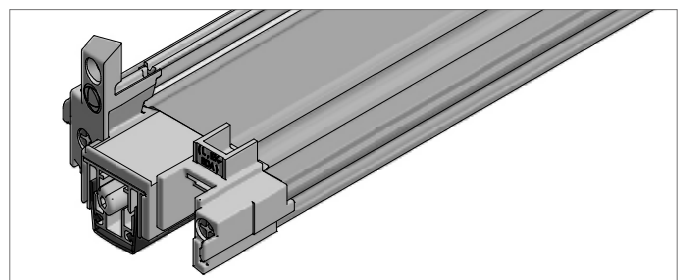

Abb. 5: Montage absenkbare Bodendichtung
- Die Schnittflächen entgraten und die absenkbare Bodendichtung in die dafür vorgesehene Nut im Adapterprofil schieben. Bodendichtung muss beidseitig bündig mit Endkappe Wetterschenkel abschließen (Abb. 5).
- Die Schnittflächen entgraten und die absenkbare Bodendichtung in die dafür vorgesehene Nut im Adapterprofil schieben. Die Bodendichtung muss bandseitig bündig mit Endkappe Wetterschenkel (Abb. 5). und schlossseitig bündig